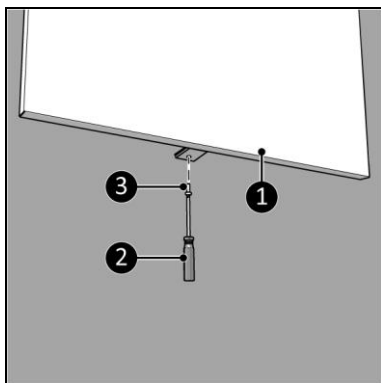

Figura 9
10. Însurubați și strângeți dispozitivul (Figura 9, poz. 1) cu un șurub mic (Figura 9, poz. 3) pe suportul de perete folosind o șurubelniță Phillips (Figura 9, poz. 2).